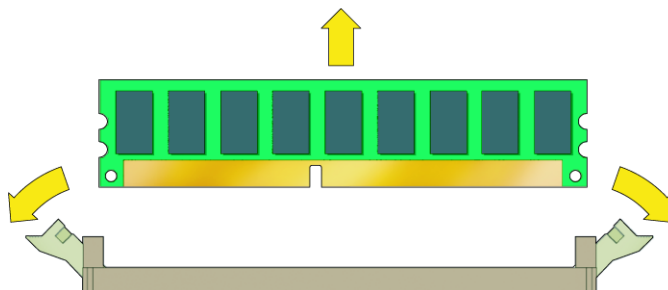

图 4-14 拆卸 DIMM 内存模块
6. 按下 DIMM 插槽两端的弹出杆，以便弹起 DIMM 内存模块（参见图 4-14）。